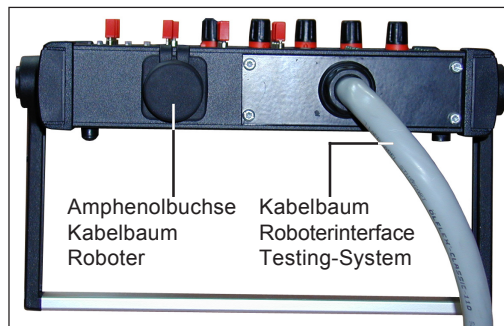

Abb.3 Rückansicht Roboterinterface Testing-System
- Die Molexstecker des „Kabelbaumes Roboterinterface Testing System“ (Abb.3) an das Roboterinterface ROB 4000 / 5000 anstecken
- An die 10-polige Amphenolbuchse am Gehäuse des Roboterinterface Testing-Systems (Abb.3)